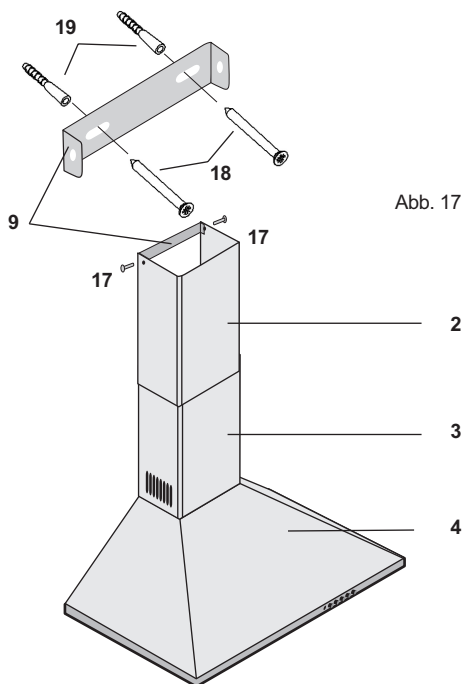

Abb. 17
Befestigen Sie das Montageblech (9) für den Teleskopschaft mit zwei Schrauben 4,0x35 (18) und zwei Dübeln 6 mm (19) an der Wand (Abb. 17).